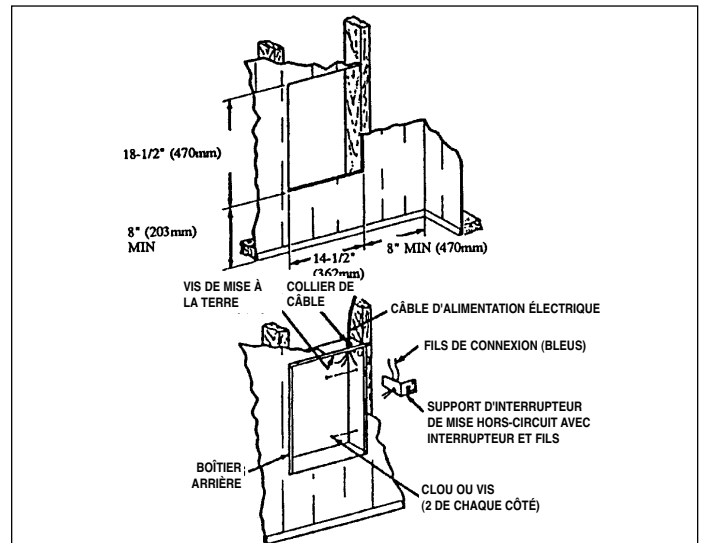

Fig. 2 : Positionnement du boîtier arrière encastré dans une construction existante
- Faire une ouverture murale de 362 mm de large par 470 mm de haut à la hauteur de fixation désirée, mais pas à moins de 203 mm. (voir la figure 2.)